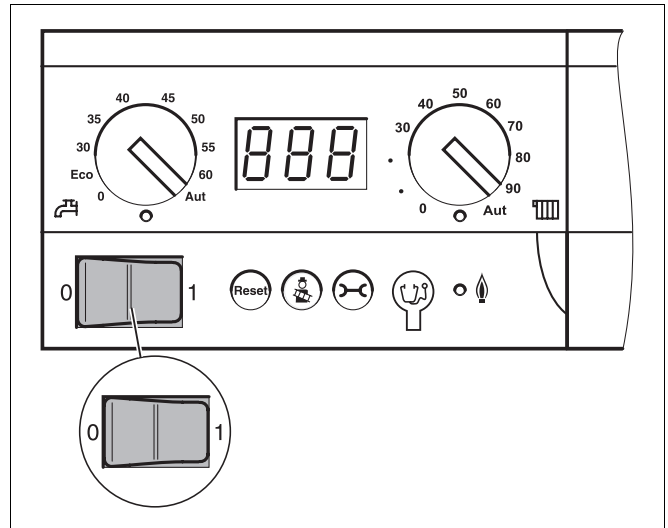

Abb. 6 Basiscontroller Logamatic BC10
- Schalten Sie den Betriebsschalter (Abb. 6) am Basiscontroller auf Position „1“ (Ein). Der Basiscontroller überprüft den aktuellen Anlagenstatus und der Brenner geht gegebenenfalls in Betrieb.